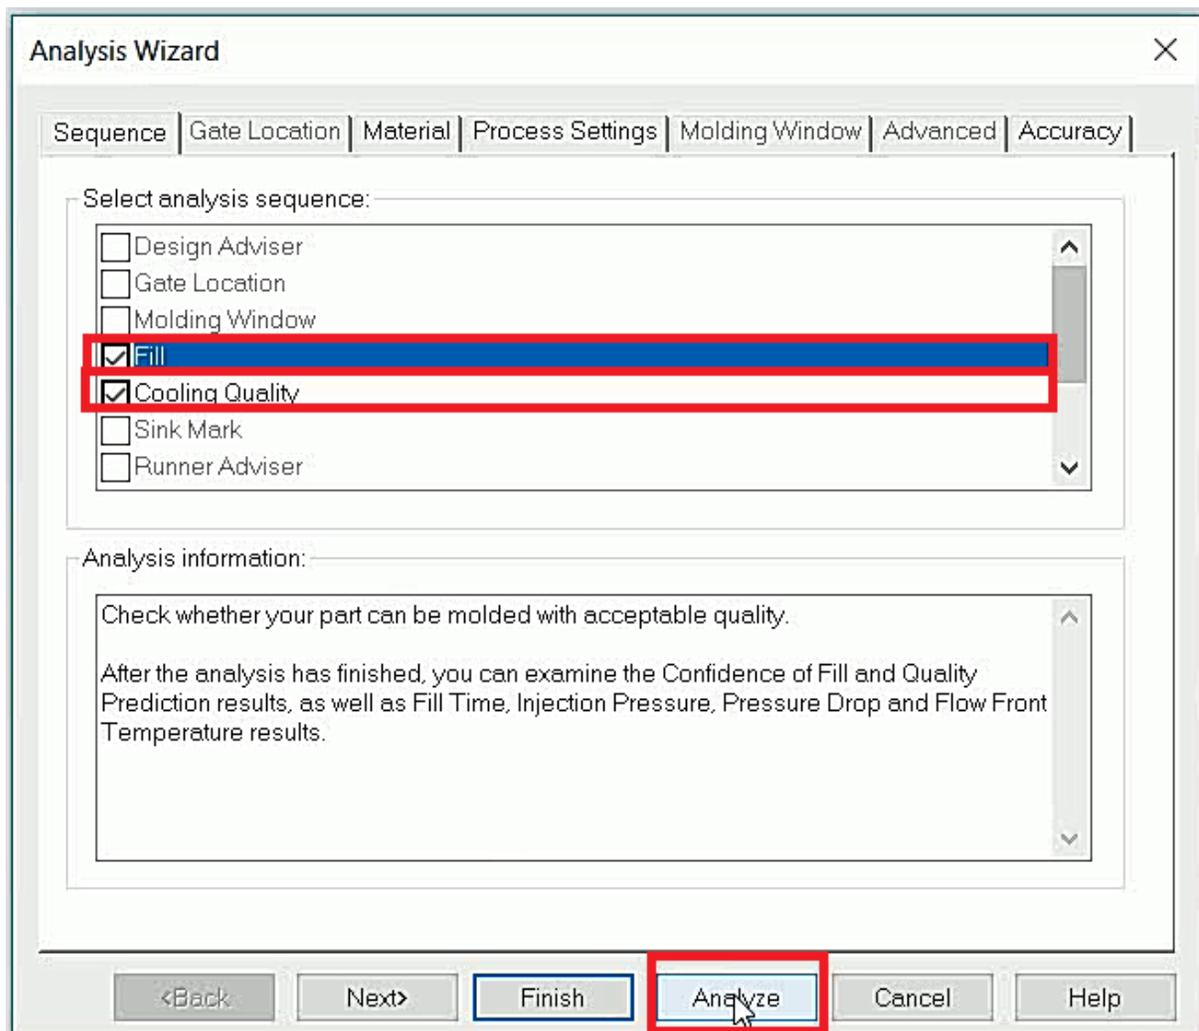

Figura 6.66 Selección de tipo de análisis.
- Seleccionar el tipo de análisis que se desee, en este caso **Fill** y **Cooling Quality** (Figura 6.66).